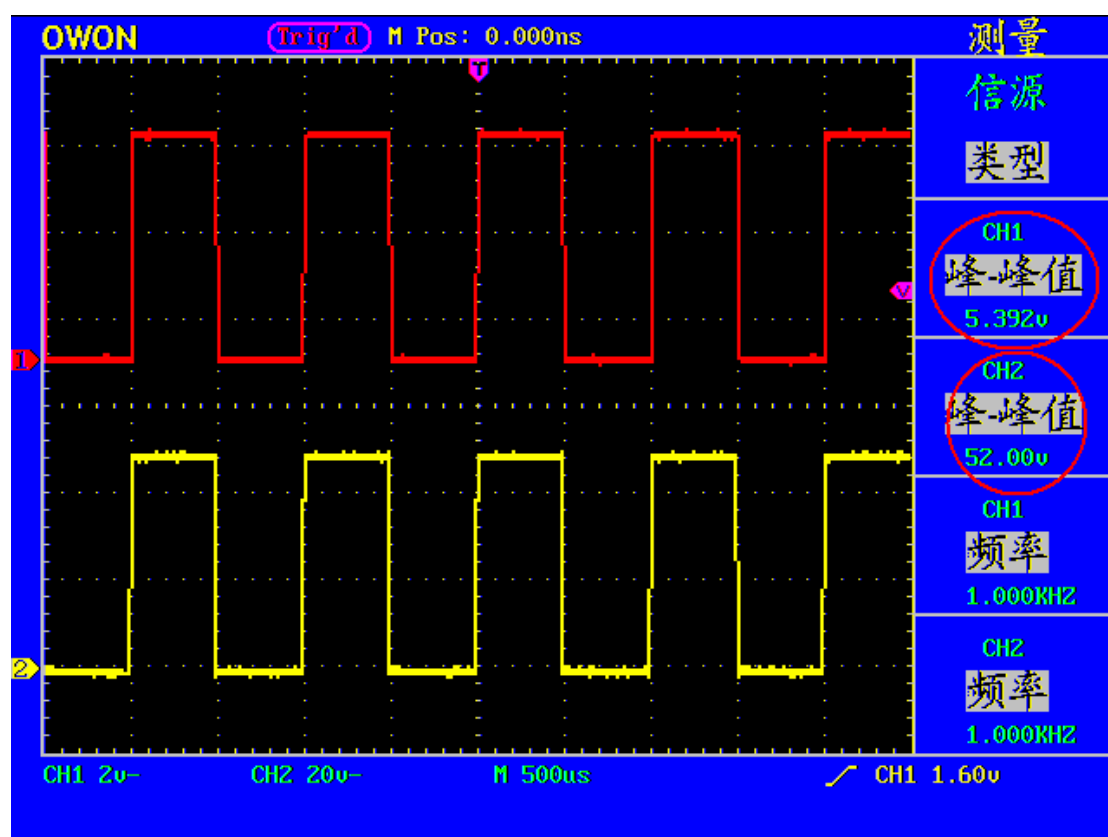

图 54: 增益测量波形
10、从显示菜单中读出通道1和通道2的峰-峰值。见图 54。